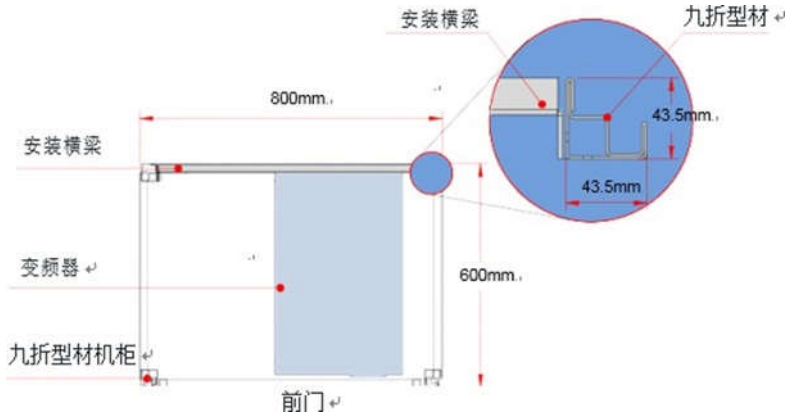

图 4-6 XLP7000 55~500kW 各类机型的机柜俯视图
- （1）建议机柜柜体采用九折型材机柜（PS 机柜），九折型材截面如放大图如图 4-6 所示。